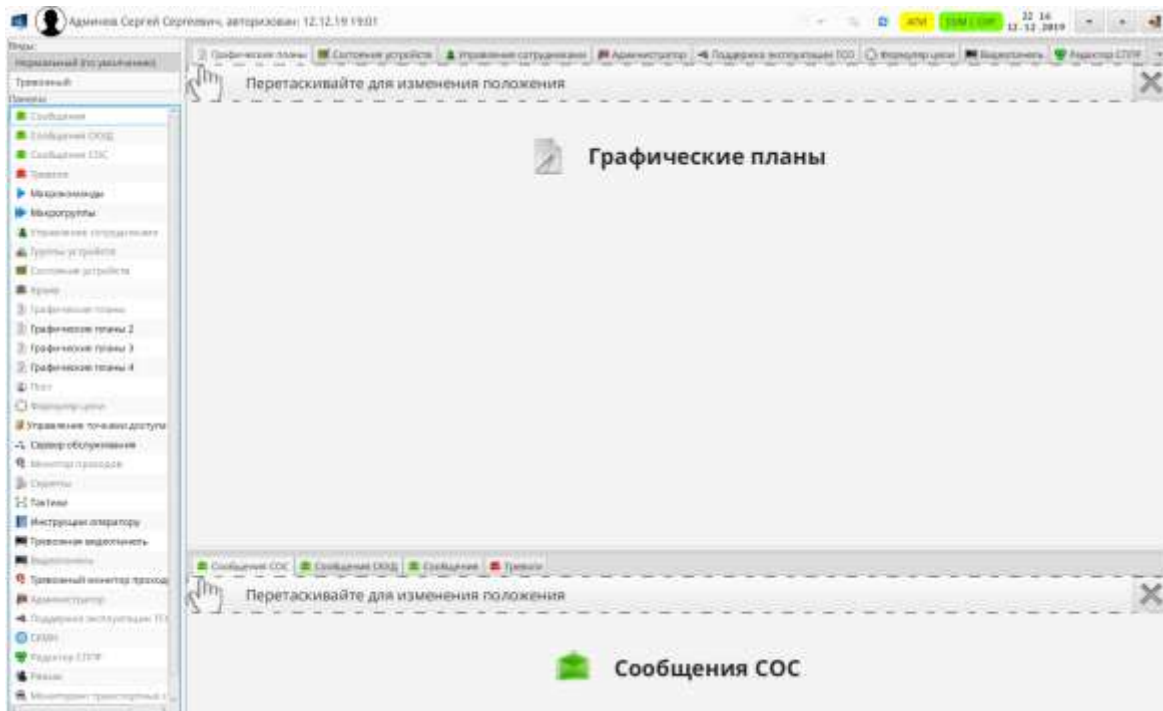

Рис. 102
10.3. В левой части окна настройки интерфейса (Рис. 102) в поле «Виды» приведено два вида окна программы «Нормальный (по умолчанию)» и «Тревожный», для каждого из которых можно создать свой набор панелей.